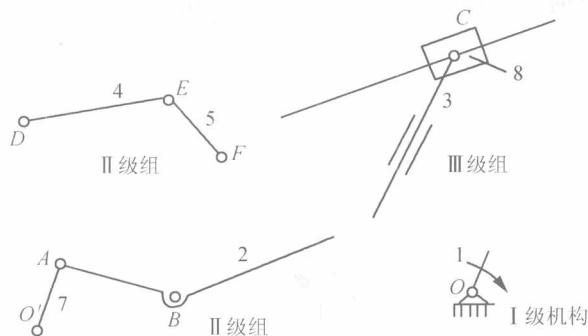

图 1.2.7.2
(3) 确定该机构的级别。要先进行高副低代, 然后再分解基本杆组, 如图 1.2.7.2 所示。